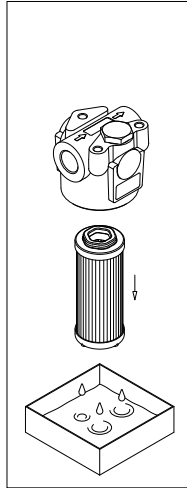

fig. 16
- (Fig. 16) Estrarre l'elemento filtrante.